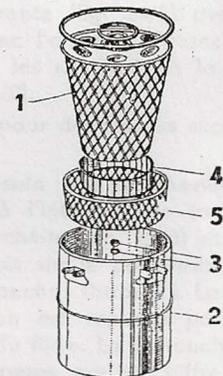

Fig. 19
3. Pousser la cartouche de filtre (fig. 19/1) hors de l'enveloppe du filtre (fig. 19/2).
4. Dévisser les deux écrou M 6 (fig. 19/3) des boulons de la cartouche filtrante. Grâce à cette opération le distributeur à palettes (fig. 19/4) et le plateau reflecteur (fig. 19/5) se trouvent dégagés.